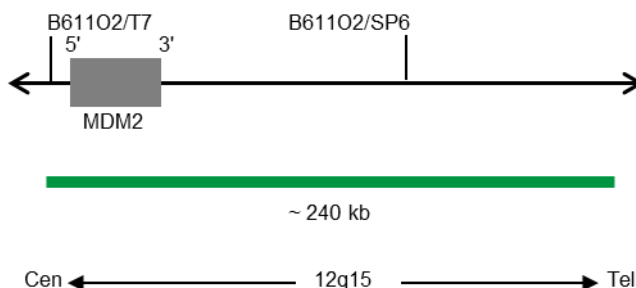

Abb. 1: SPEC MDM2 Sondenlokalisation (nicht maßstabsgetreu)
- Digoxigenin-markierten Polynukleotiden (~1.1 ng/μl), die gegen Sequenzen in 12q15* (chr12:69,190,708-69,430,185) gerichtet sind, welche die MDM2-Genregion enthalten (siehe Abb. 1).